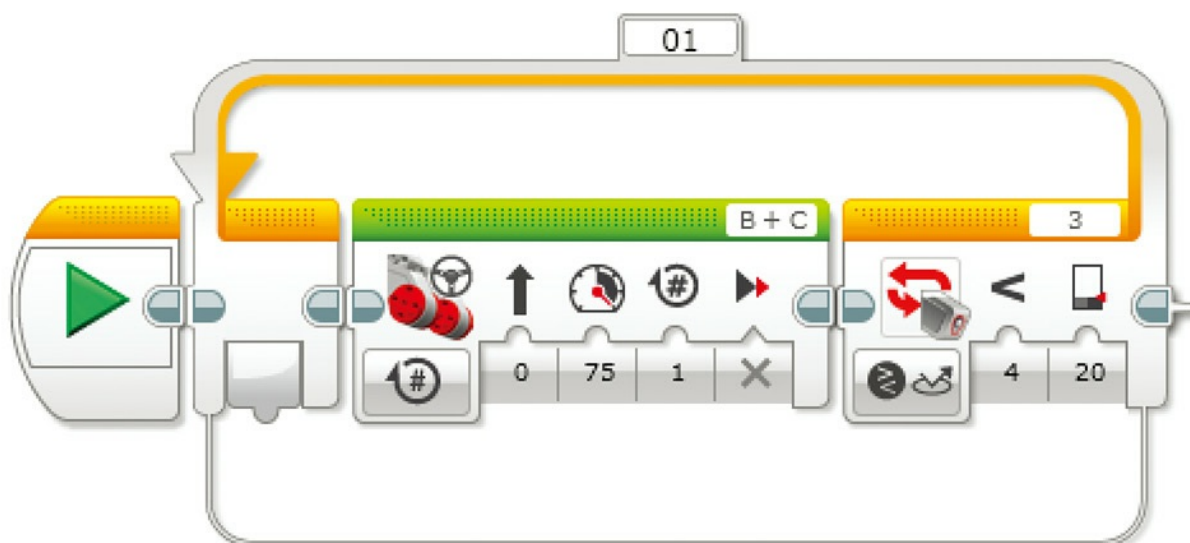

图7.37 使用一个循环的简单程序
4. 调节模式到4、阈值到20，你的程序看上去应该类似图7.37所示的样子。